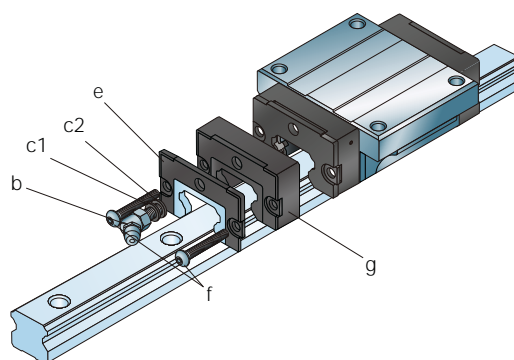

Abb. 31
1. Entfernen Sie den Schmiernippel (b) und die Unterlegscheiben (c1, c2) oder die Stellschraube (↳ **Abb. 31**)